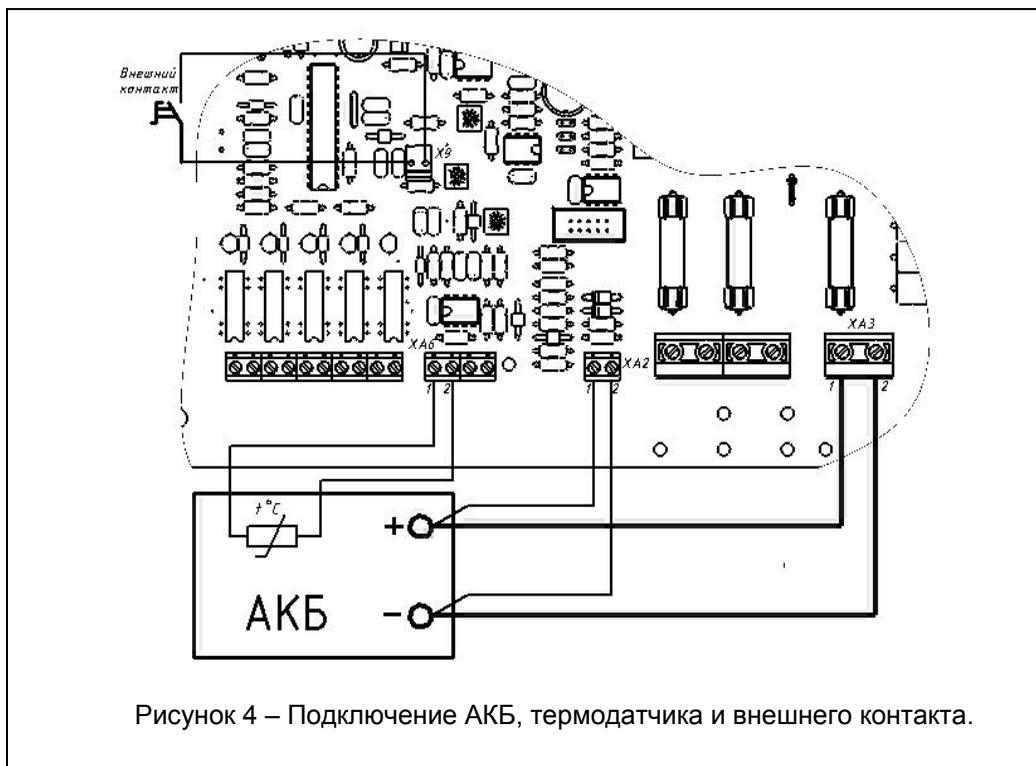

Рисунок 4 – Подключение АКБ, термодатчика и внешнего контакта.
- ♦ При необходимости термокомпенсации напряжения заряда АКБ подключите термодатчик к соответствующим контактам колодки XA6 «Термодатчик». Чувствительный элемент термодатчика закрепите на корпусе внешней АКБ с помощью липкой ленты. Для корректной работы термодатчика необходимо обеспечить плотное прилегание чувствительного элемента датчика к поверхности корпуса батареи (см. рисунок 4).
- ♦ При необходимости, удалите перемычку-заглушку на разъеме X9 и на ее место подключите внешний контакт включения/отключения выхода SA1 (см. рисунок 4).
- ♦ Подключите, **соблюдая полярность**, внешнюю АКБ номинальным напряжением 12В к источнику (см. рисунок 4):